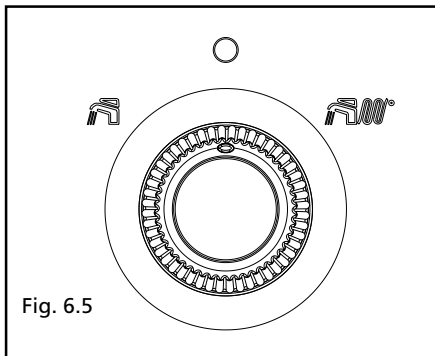

Fig. 6.5
- posizionare il selettore di funzione su "0" (fig. 6.5)